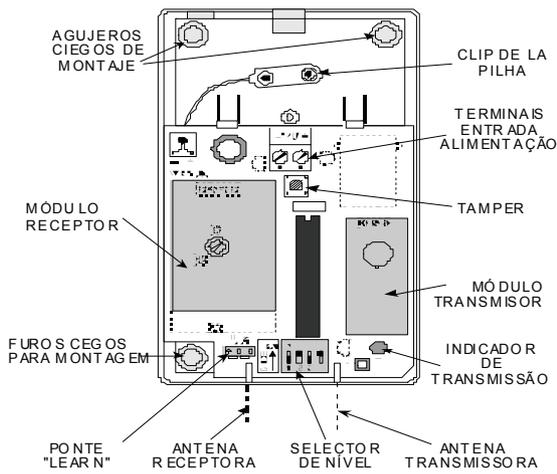

Figura 5. MCX-600, Tampa retirada
B. Instale a base (equipada com o circuito impresso) na posição desejada, utilizando as passagens cegas de montagem (ver Figura 5).